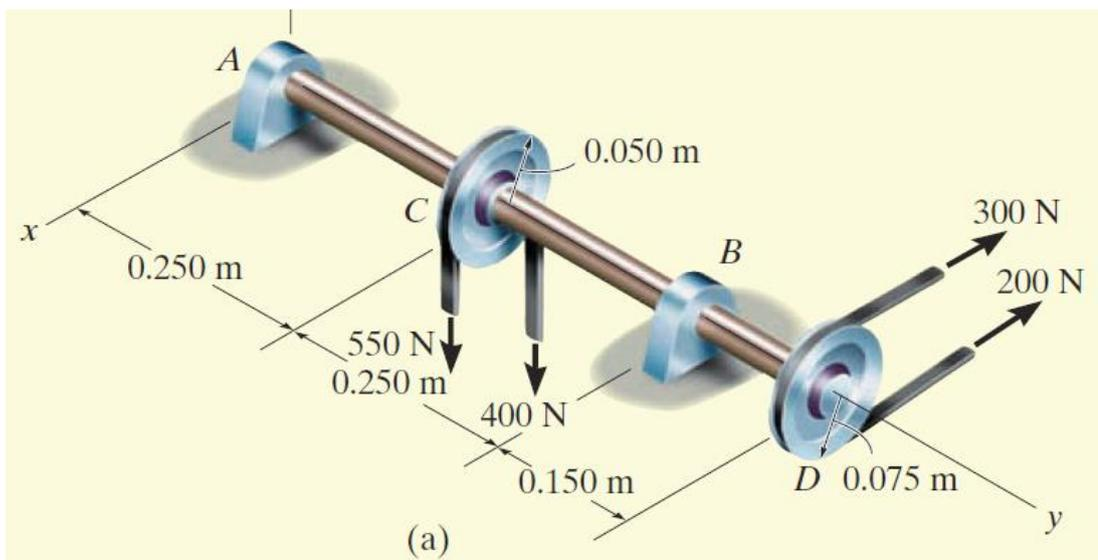

Figura 2.6
2.2.2 Determine o diâmetro mínimo do veio da Figura 2.6. Despreze o esforço transversor. Dados: $\tau_{admin} = 50 \text{ MPa}$